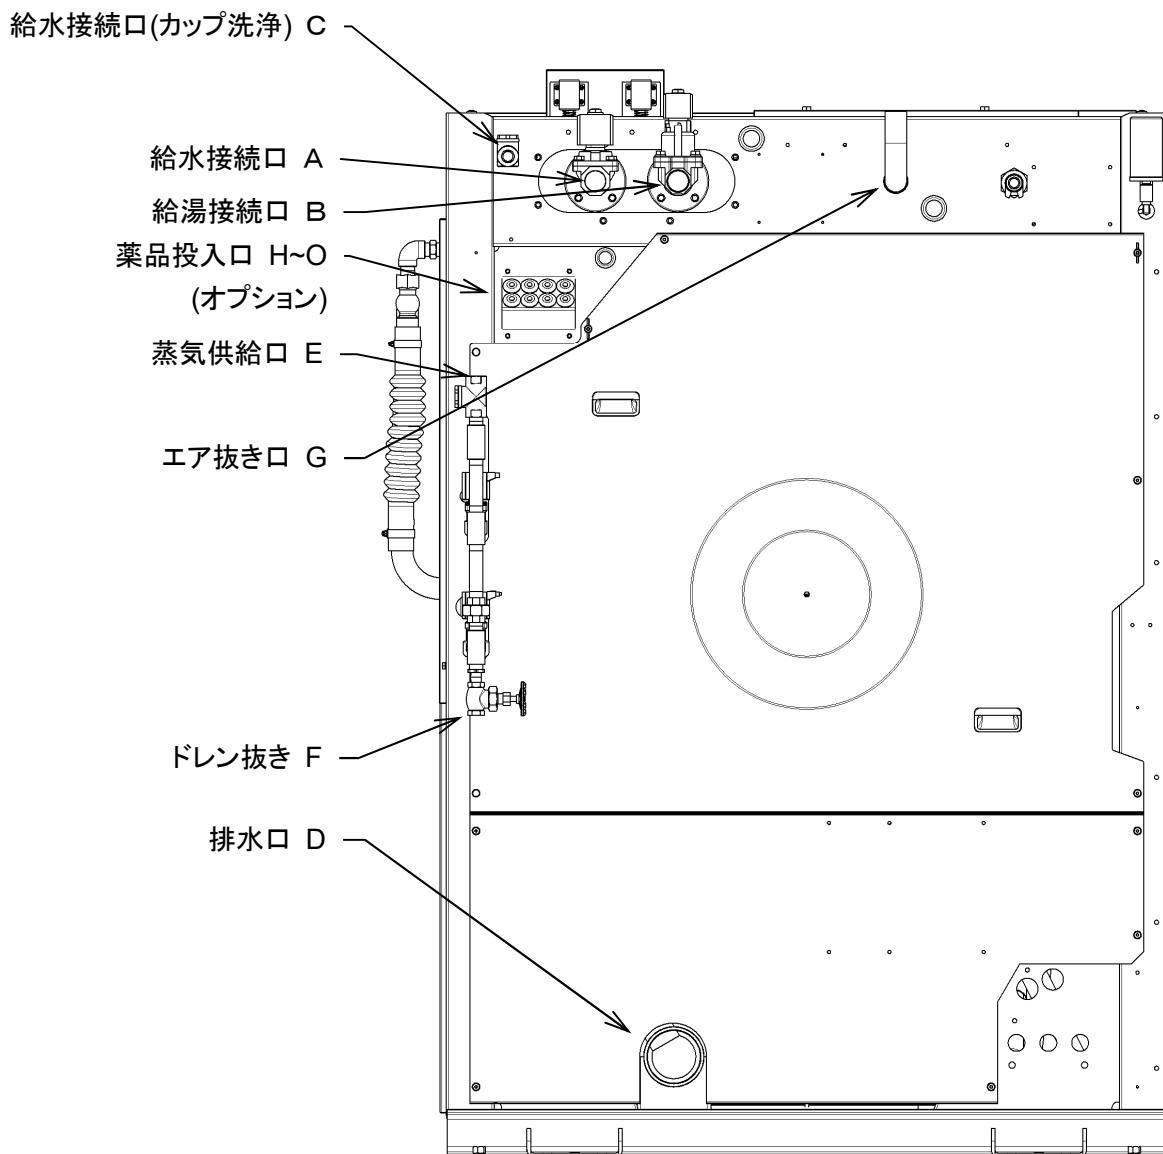

図5-1
- ・ 給水接続口Aに配管を接続します。(図5-1)
- ・ 給湯接続口Bに配管を接続します。(図5-1)
- ・ 給水接続口Cに配管を接続します。(図5-1)
- ・ 排水口 D に配管を接続します。(図5-1)
- 電磁弁のトラブルにより、蒸気が本機後部のエア抜き口 G(図5-1)から放出される可能性があります。エア抜き口 G は塞いだり、向きを変えたりしないでください。
- ドレン抜き F にホースを接続しバルブが開放されても蒸気により、人への傷害、本機への損害を招かない場所に配管すること。(図5-1)
- 電磁弁のトラブルにより、蒸気が本機後部のエア抜き口 G(図5-1)から放出される可能性があります。トラブル発生時は速やかに蒸気本管と本機の間に取り付けられた手動オン／オフバルブを閉じ運転を停止してください。また、エア抜き口 G は塞いだり、向きを変えたりしないこと。